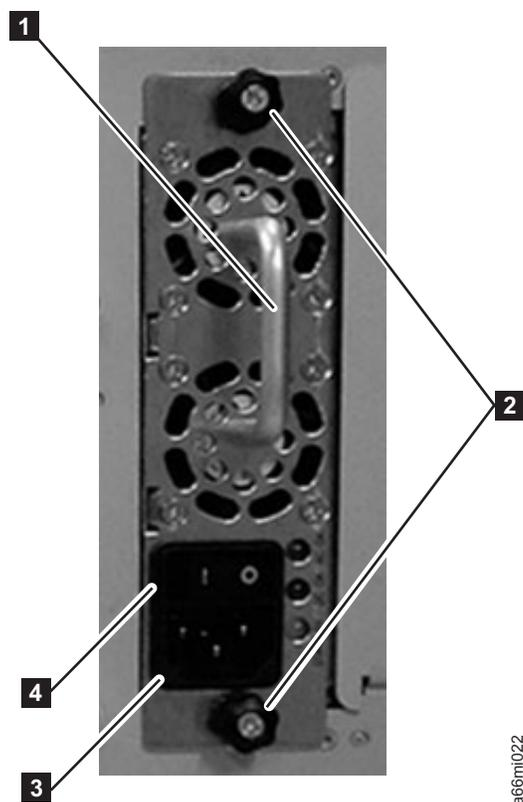

Рисунок 11-2. Основной источник питания в модуле управления
**Внимание:** Сначала отсоедините кабель питания от электросети. Затем отсоедините кабель питания от розетки блока питания (**3** в рис. 11-2).
3. Ослабьте два винта (**2** в рис. 11-2) вращая их против часовой стрелки.
4. Возьмитесь за ручку (**1** в рис. 11-2) и медленно выдвиньте блок питания на себя, поддерживая его снизу.
1. Возьмитесь за ручку (**1** в рис. 11-2), поддерживая блок питания снизу. Затем установите блок питания вровень с направляющими разъема и аккуратно задвиньте блок в библиотеку.
2. Затяните два винта (**2** в рис. 11-2) вращая их по часовой стрелке.
- Внимание:** Сначала присоедините кабель питания к розетке блока питания ( **3** в рис. 11-2 на стр. 11-4). Затем подсоедините кабель питания к электросети.
2. Возьмитесь за ручку ( **1** в рис. 11-2 на стр. 11-4), поддерживая блок питания снизу. Затем установите блок питания вровень с направляющими разъема и аккуратно задвиньте блок в библиотеку.
3. Затяните винты ( **2** в рис. 11-2 на стр. 11-4) по часовой стрелке.
4. Подсоедините кабель питания к розетке дополнительного блока питания ( **3** в рис. 11-2 на стр. 11-4).
5. Переключите выключатель питания ( **4** в рис. 11-2 на стр. 11-4) положение | (ON).
2. Переключите выключатель питания дополнительного блока питания в ( **4** в рис. 11-2 на стр. 11-4) положение **O** (OFF).
3. Отсоедините кабель питания от розетки дополнительного блока питания ( **3** в рис. 11-2 на стр. 11-4).
4. Ослабьте два винта ( **2** в рис. 11-2 на стр. 11-4) вращая их против часовой стрелки.
5. Возьмитесь за ручку ( **1** в рис. 11-2 на стр. 11-4) и выдвиньте блок питания на себя. Другой рукой поддерживайте его снизу.